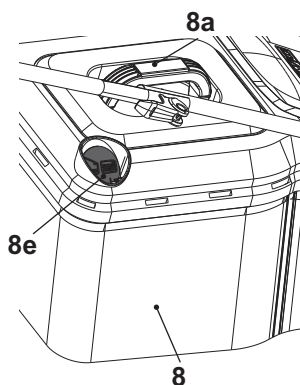

Fig. 14
2. Quando a escotilha (8e) está fechada, o coletor de relva está cheio e deve ser esvaziado. (Fig. 14).